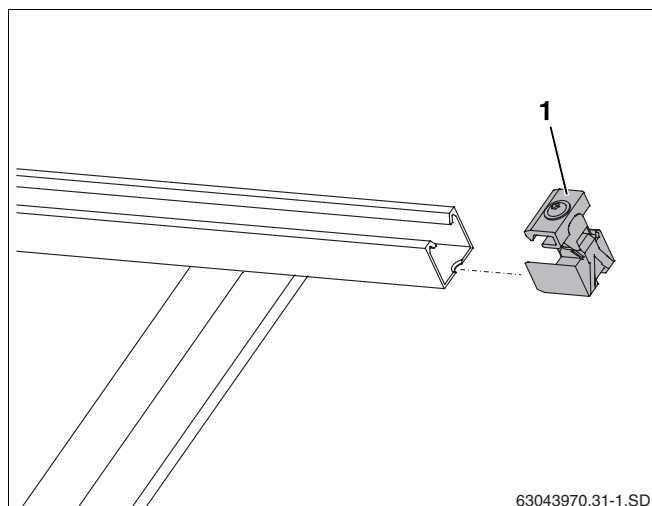

Fig. 45 Empurrar para dentro o tensor de colector unilateral
- Introduzir o tensor de colector unilateral nos perfis (fig. 45, **item 1**) na extremidade direita do campo de colectores até que os perfis encaixem no primeiro furo oblongo.